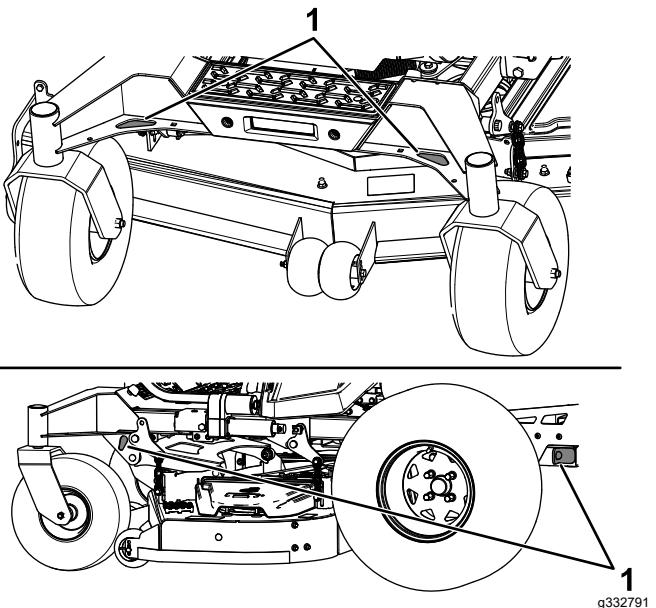

Figura 39
- Amarre la máquina junto a las ruedas giratorias delanteras y el bastidor trasero con correas, cadenas, cables o cuerdas (Figura 39). Consulte la normativa local respecto a los requisitos de amarre.